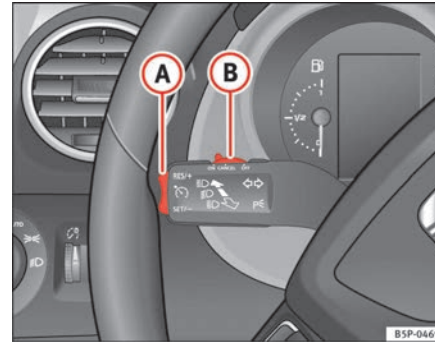

Abb. 147 Blinker- und Fernlichthebel: Schalter und Wippe für die Geschwindigkeitsregelanlage
- Schieben Sie den Schalter ⇒ Abb. 147 **(A)** nach links auf **ON**.